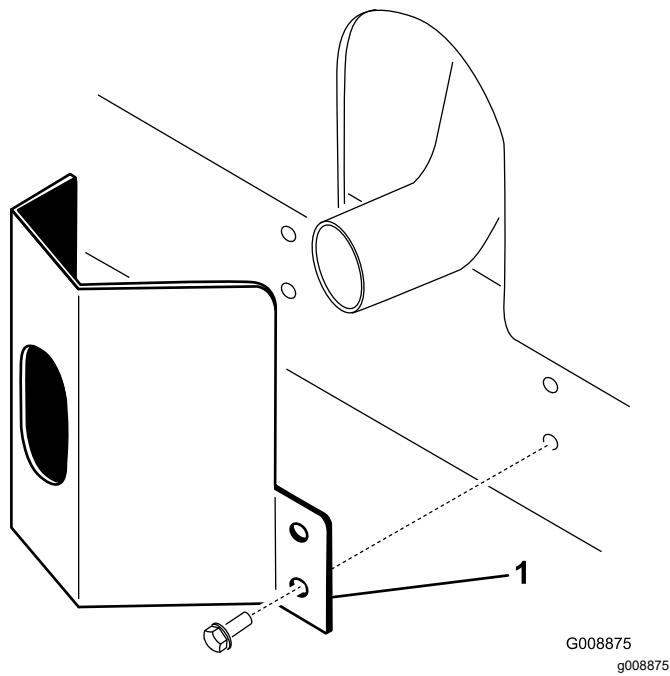

Figura 9
1. Coloque a cobertura do escape à volta da panela do escape, enquanto estiver a alinhar os orifícios de montagem com os orifícios no chassis (Figura 9).
2. Prenda a cobertura do escape ao chassis utilizando 4 parafusos autorroscantes (Figura 9).